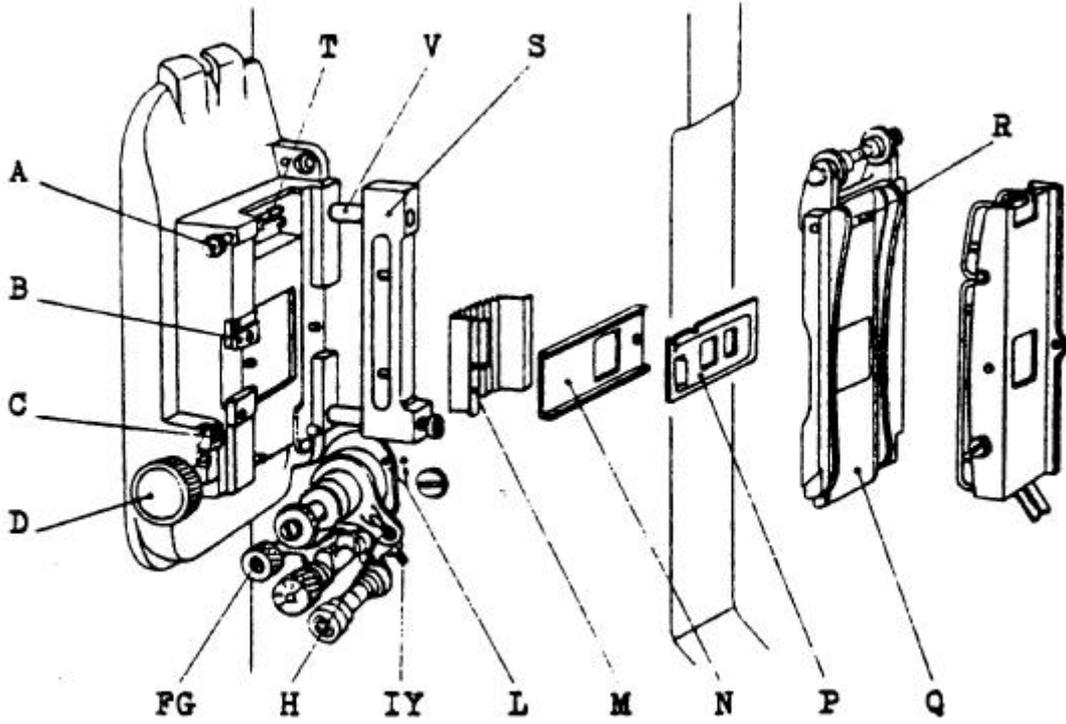

FIG. 15
- sulle aste del reggi-pressore (fig. 15 el. V)